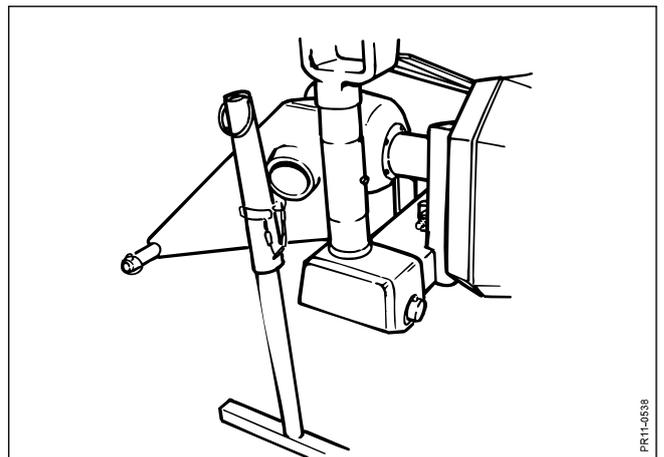

Fig. 1-4
- Fig. 1-4:** Die Abstellstütze an den Toprahmen montieren.